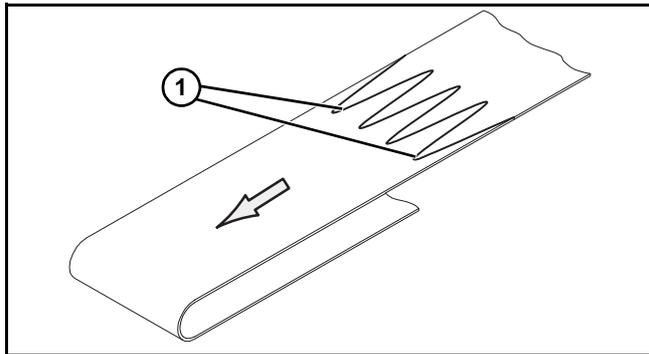

Figura 50
- Orienta el transportador de manera que el empalme delantero (Figura 50, artículo 1) apunte en la dirección de desplazamiento de la banda tal y como indica la etiqueta (Figura 49, artículo 1).